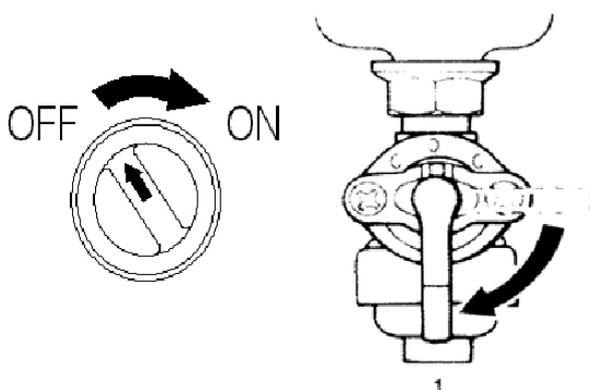

Рис.11
1. Встановіть запірний кран в лінії подавання палива в положення ON («УВИМК.»)(Рис.11).